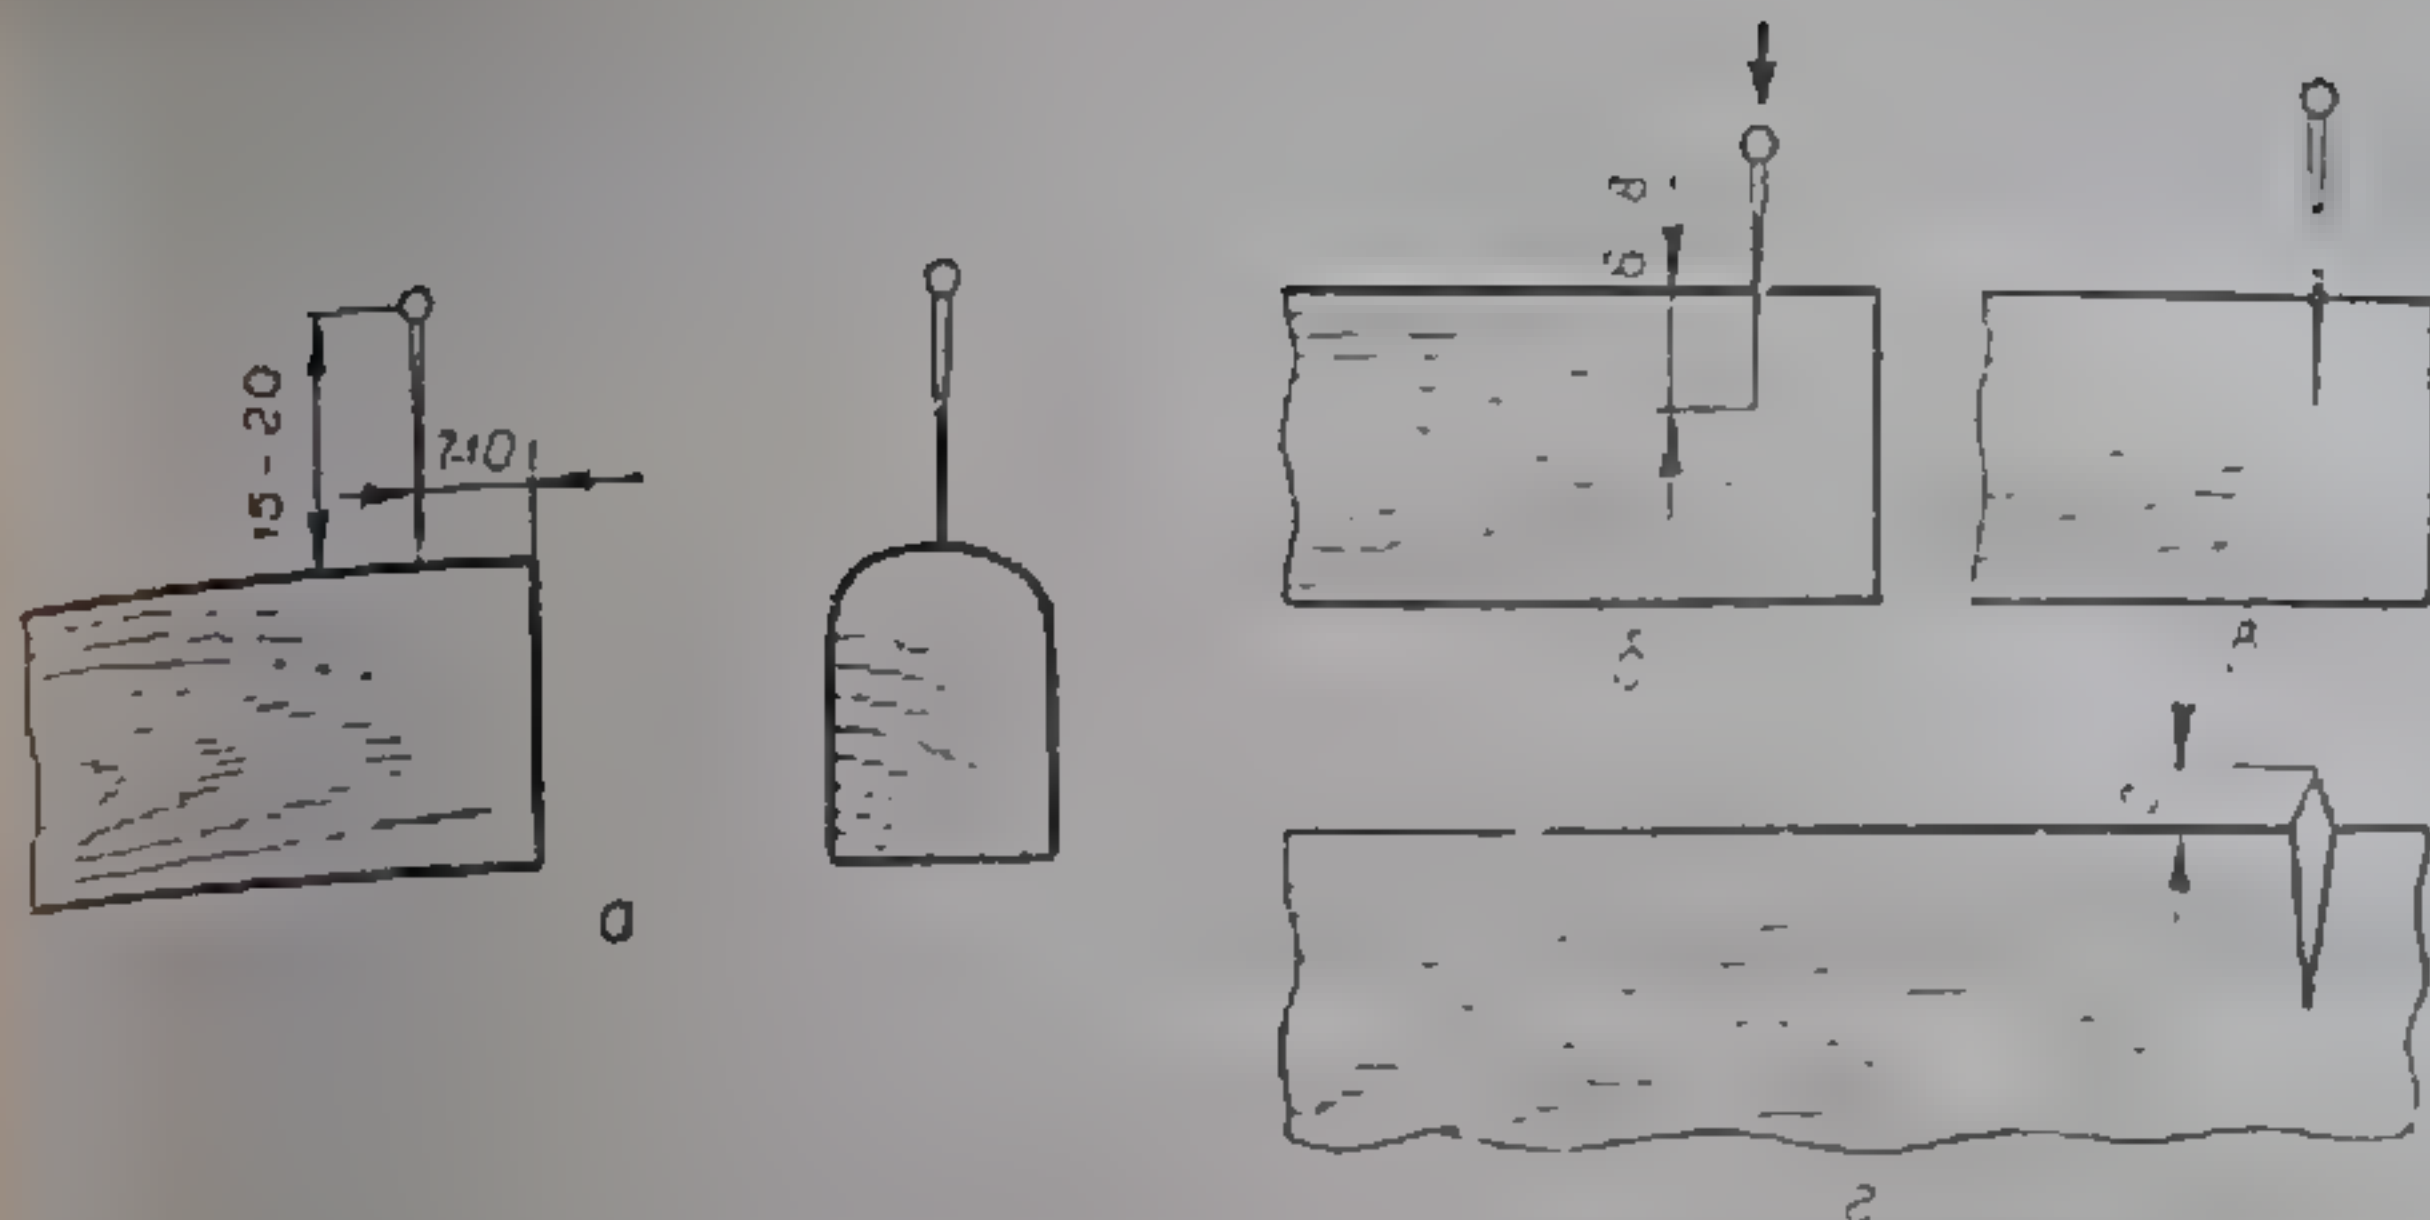

Рис. 93. Установка гвоздиков в брусочках рейсмуса.
10. Забить гвоздики в брусочки и заточить их напильником (рис. 93).